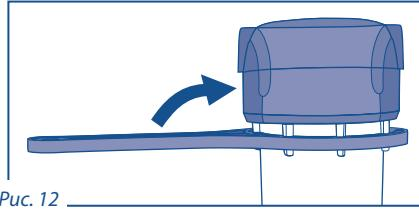

Рис. 12
7. Заверните колбу в крышку до упора. Подтяните колбу ключом (рис. 12).